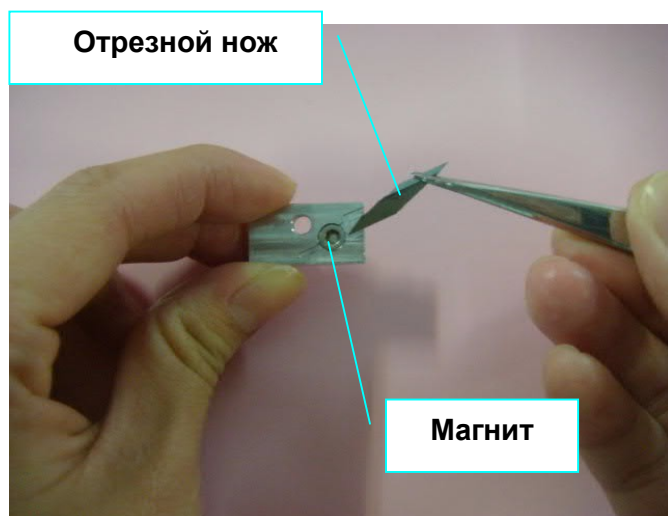

Рис. 2-45
**Шаг 7** Отвинтить нож от фиксатора, на котором он держится с помощью магнита. С помощью пинцета установить новый нож вдоль паза, отмеченного красным цветом (рис. 2-45 и 2-46).